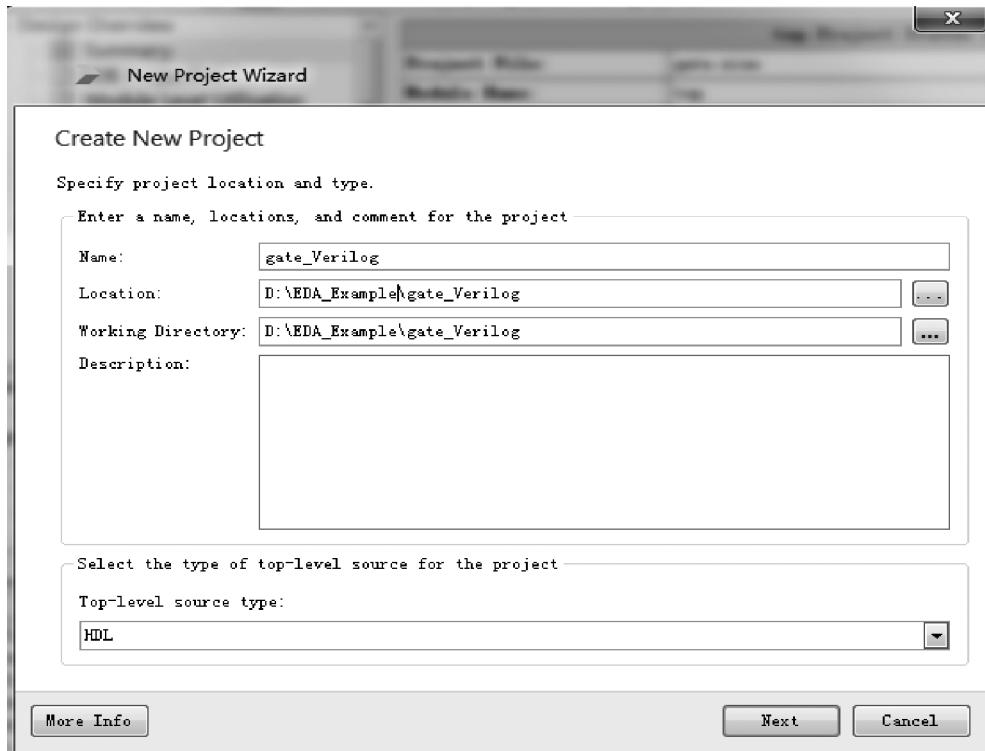
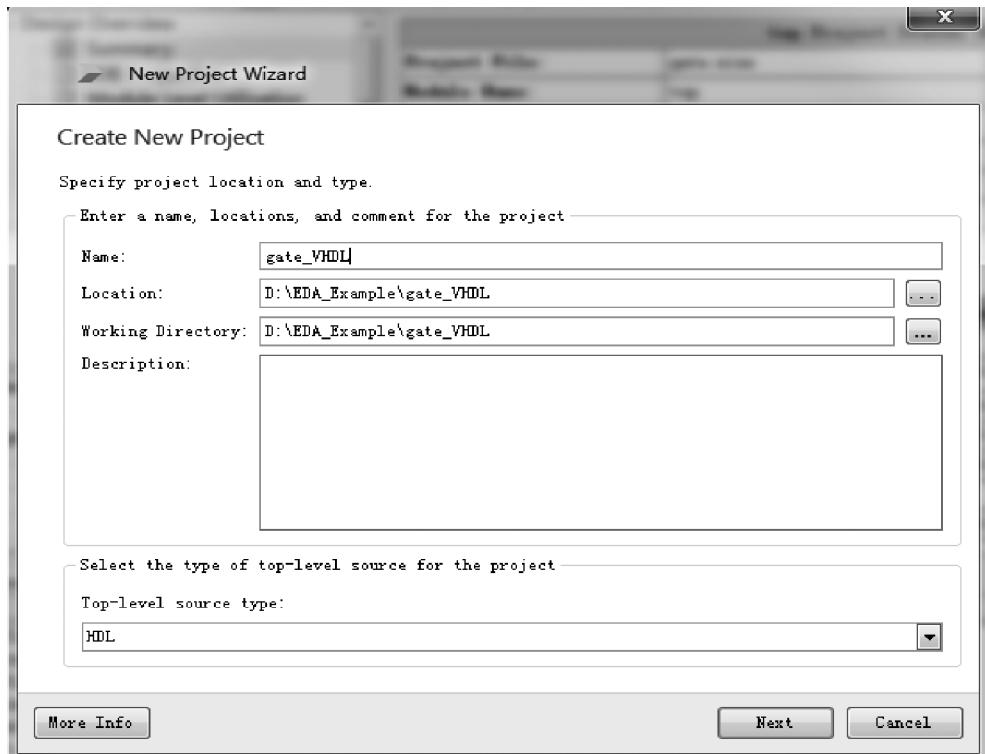

图 3.3 建立工程向导界面(Verilog)
图 3.4 建立工程向导界面(VHDL)
(2) 打开ISE设计软件。在ISE主界面主菜单下,选择File→New Project。
(3) 出现New Project Wizard(新工程向导界面)。对于使用Verilog HDL的设计者,如图3.3所示,按下面参数设置:①Name: gate\_Verilog;②Location: D:\EDA\_Example\gate\_verilog;③Work Directory: D:\EDA\_Example\gate\_Verilog。对于使用VHDL的设计者,如图3.4所示,按下面参数设置:①Name: gate\_VHDL;②Location: D:\EDA\_Example\gate\_VHDL;③Work Directory: D:\EDA\_Example\gate\_VHDL;④Top-level source type: HDL。下面对top-level source type下拉框的内容说明如下:①HDL:顶层设计使用HDL语言实现;②Schematic:顶层设计使用原理图实现;③EDIF:顶层设计使用电子设计交换格式(electronic design interchange format, EDIF)实现;④NGC/NGD:顶层设计使用Xilinx的NGC/NGD网表实现。单击Next按钮。